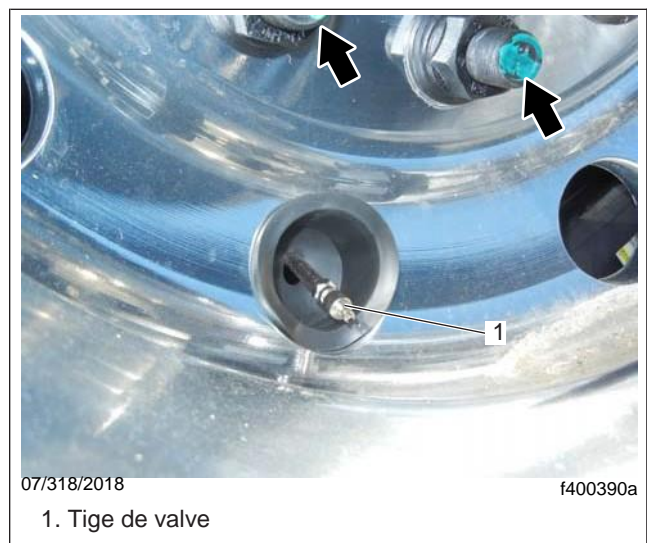

Fig. 5, Marquage des goujons de roue
5. Marquez les deux goujons les plus proches de la tige de soupape comme indiqué à la Fig. 5, pour l'emplacement approprié de l'assemblage de roue lors de la réinstallation de l'ensemble de roue sur le moyeu.